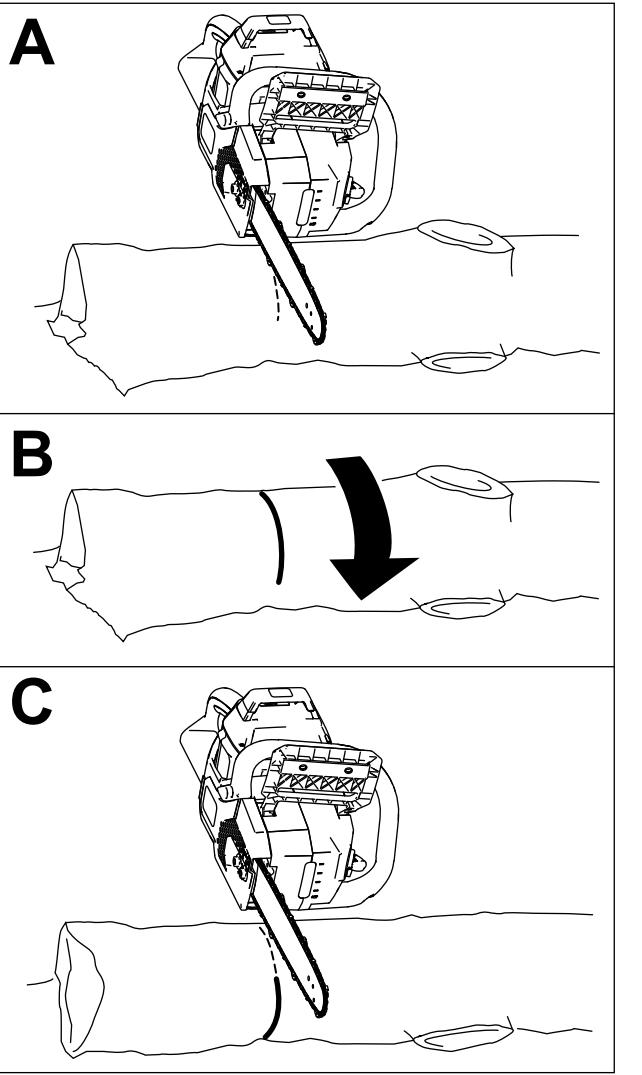

Figura 21
- Se todo o comprimento do tronco estiver apoiado em solo plano e nivelado, corte um terço do diâmetro a partir da parte superior e, em seguida, rode o tronco e faça outro corte para encontrar o primeiro corte (Figura 21).